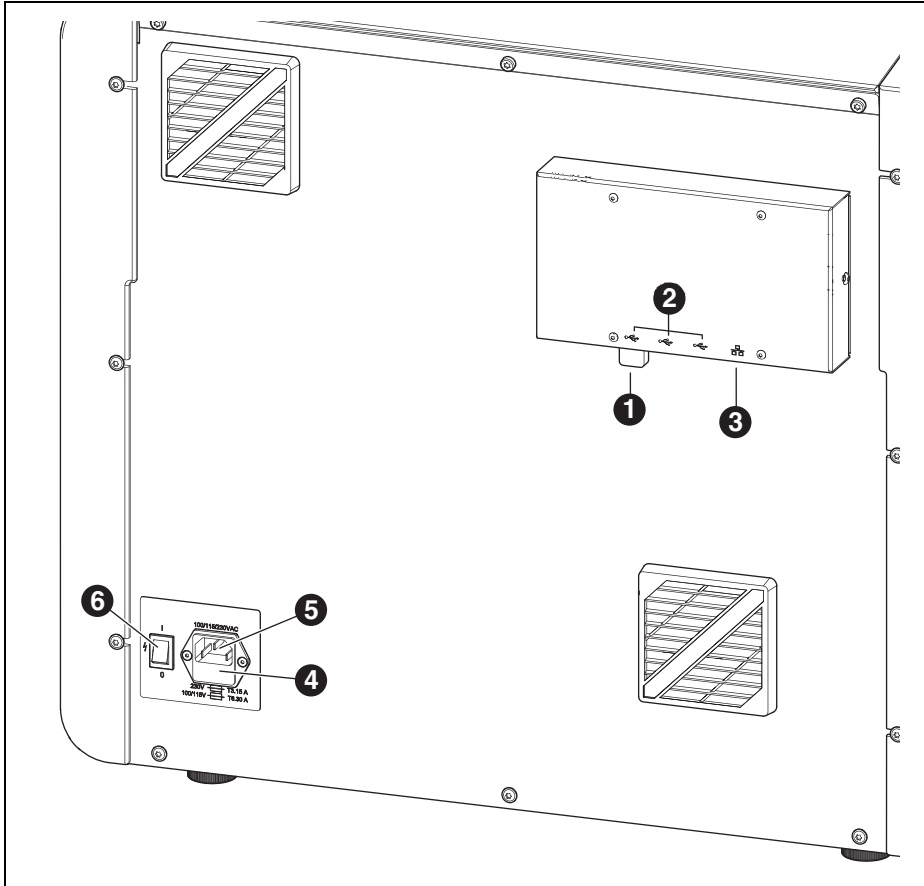

Fig. 3 Vue d'ensemble de l'appareil face arrière
- ▷ Connecter l'appareil à l'aide du câble de secteur d'origine (emballage de livraison) au branchement secteur ([5] sur la figure 3).
Si l'appareil est connecté à l'interface USB ([2] sur la figure 3) :
- ▷ Relier l'interface Ethernet ([3] sur la figure 3) de la fraiseuse au PC ou au réseau via un câble réseau.
- ▷ Brancher la clé WLAN dans une prise USB sur la face arrière de l'appareil ([1] sur la figure 3).